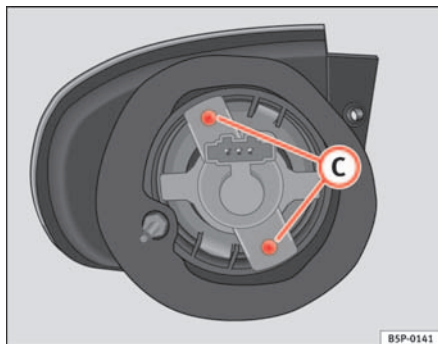

Fig. 183 Luz intermitente
- Desenroscar os parafusos ⇒ página 257, fig. 183 **C** dos porta-lâmpadas e retire-o.
- Retirar os parafusos ⇒ fig. 183 C dos porta-lâmpadas e puxe-o.